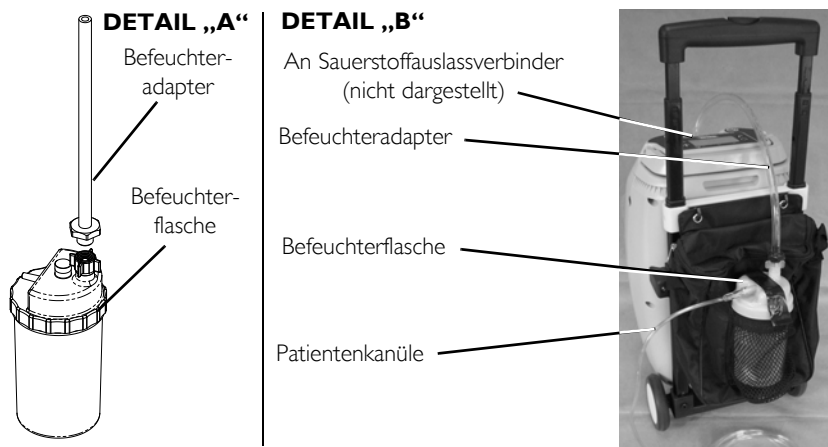

ABBILDUNG 6.4 Befestigung des Befeuchters
*HINWEIS: Nähere Angaben zu diesem Verfahren finden Sie in **ABBILDUNG 6.3** und **ABBILDUNG 6.4** auf Seite 241.*
3. Befeuchteradapter durch drehen der Flügelmutter an der Befeuchterflasche im Uhrzeigersinn an die Befeuchterflasche anbringen, bis dieser fest sitzt. Siehe Detail „A“ in **ABBILDUNG 6.4**.
4. Befeuchterflasche/-adapteeinheit in die Außentasche der Zubehörtasche stecken. Die Zubehörtasche wie in ABBILDUNG 6.4 dargestellt, an der Karre befestigen.
6. Sauerstoffschläuche der Befeuchterflasche/-adapteeinheit an den Sauerstoffauslassverbinder am Konzentrator anschließen. Siehe Detail „B“ in ABBILDUNG 6.4.
7. Kanüle/Patientenversorgungsschlauch am Auslass der Befeuchterflasche anbringen. Siehe Detail „B“ in ABBILDUNG 6.4.